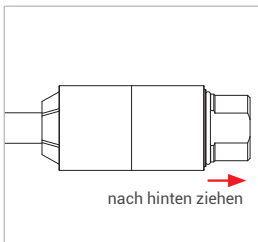

Abbildung 6
- ▶ Ziehen Sie leicht am Unterteil (Pos. 2) (Roter Pfeil Abbildung 6) des Adapters entgegen des Anschlussrichtung um sicherzustellen, dass der Adapter richtig angeschlossen ist.